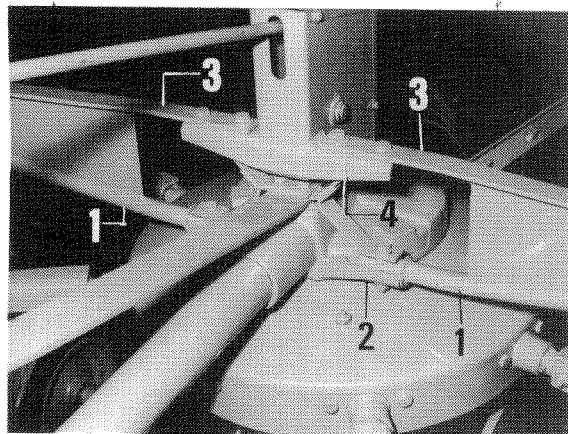
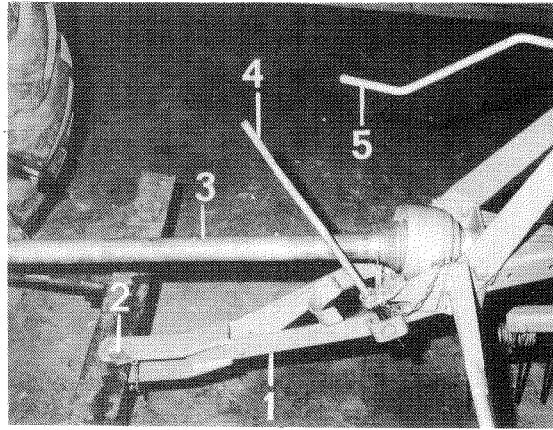

Fig. 1
Fig. 11
Die Maschine waagrecht auf ebenen Bogen stellen. Schutzbügel 1 (Fig. 1 u. 2) am Getriebegehäuse 2 (Fig. 1) und die Streben 3 (Fig. 11) an der Lasche 4 beidseitig fest-schrauben. Vorne den Schutzbügel 1 beim WSDS am Dreipunktböck 2 (Fig. 2) und beim WS am vorderen Ende des Rahmenröhres 2 (Fig. 3) mit den zwei Schrauben 3 rechts und links fest-schrauben.
Poser le corps de la machine sur un sol plat pour obtenir une position horizontale. Visser l'étrier de protection 1 (fig. 1 et 2) sur le carter de la boîte 2 (fig. 1) et les tirants 3 (fig. 1) sur l'attache 4 des deux côtés. Par devant visser l'étrier de protection 1 de la WSDS sur le chevalet 2 (fig. 2) et de la WS à l'estrémité en avant du tube au cadre 2 (fig. 3) avec les deux vis 3 à droite et à gauche.
Bolt safety guard 1 (fig. 1 and 2) to gear box 2 (fig. 1). Screw support 3 (fig. 1) on both sides of brace 4. Bolt safety guard 1 of WSDS to the mounting frame 2 (fig. 2). Bolt safety guard of the WS in front of the frame tube 2 (fig. 3) with the two screws 3 on right and left hand side.
- Skyddsbygel 1 (fig. 1 och 2) och stagen 3 (fig. 1) monteras på fästen 4 (bada sidor). Främre delen av skyddsbygeln 1 anfästes vid 3-punktsupphängningen 2 (fig. 2) på WSDS och vid främre delen av ramrören 2 (fig. 3) på WS. Använd skruvarna 3 (fig. 2 och 3).
Imbullonare l'arco di protezione 1 (fig. 1 e 2) alla scatola di trasmissione 2 (fig. 1) mentre i trianti 3 (fig. 1) vanno fermati sui due lati agli elementi di giunzione 4.
Beim WS die Deichsel 1 (Fig. 11) in der Ackerschienenmitte mit dem Steckbolzen 2 abstecken. Bolzen sichern. Gelenkwelle 3 schlepperseitig anschließen und Schutzrohr mit Kette gegen Umlaufen sichern.
En ce qui concerne la WSDS il faut accrocher les tirants inférieurs du tracteur aux tourillons 1 (fig. 10) de la machine et les bloquer. Accoupler le tirant supérieur à la machine et au tracteur. La distance entre le tirant supérieur et le tirant inférieur doit être un peu plus grand côté de la machine que côté du tracteur. Le tirant supérieur doit être goupillé dans le tas-étampe 4 (fig. 10) selon la nécessité. En ce qui concerne la WS le timon 1 (fig. 11) doit être goupillé au milieu de la barre d'attelage avec la cheville 2. Monter l'arbre articulé 3 à côté du tracteur et éviter la rotation du tube de protection à l'aide d'une chaîne.
WS: Hook the drawbar 1 (fig. 11) of the machine at the center of the tractor drawbar and secure it with pin 2 (fig. 11). Connect P.T.O. shaft 3 to the tractor and secure P.T.O. shaft guard with a chain to prevent it from turning.
WS = bogserad (Fig. 11)
Per la WS, agganciare il timone 1 (fig. 11) al centro della barra di traino e fermarlo con la spina di accoppiamento 2. Assicurare lo spinotto con 1'apposita spina di sicurezza. Collegare l'albero cardanico 3 alla trattrice ed assicurare la protezione del cardano, con 1'apposita catena, da possibili rotazioni.